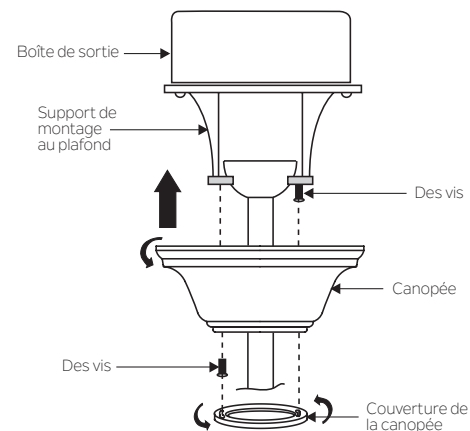

Fig. 13
Étape 2. Faites glisser le baldaquin vers le haut sur le support de montage et placez l'une des fentes du trou de serrure sur la vis de montage du support de montage. Faites pivoter le baldaquin jusqu'à ce que la tête de la vis se verrouille en place dans la section étroite du trou de la clé. Voir la figure 13.
REMARQUE: Ajustez les vis du capot si nécessaire jusqu'à ce que le capot et son capot soient bien ajustés. (Fig. 13)